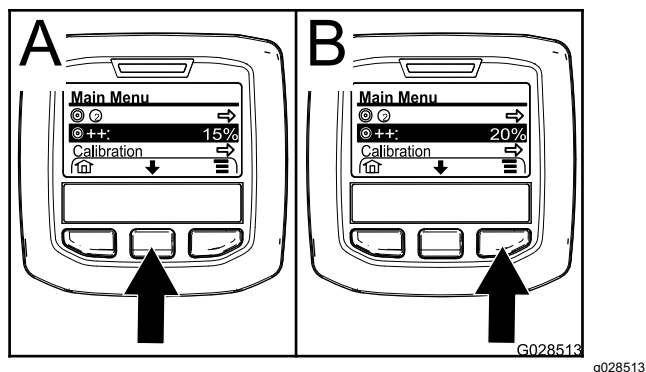

Figure 67
- Au besoin, appuyez sur le bouton de sélection central pour mettre en surbrillance l'option d'intensification du débit d'application (Figure 67).
Remarque: L'icône de taux poussé d'application est constitué de 2 signes + situés à droite d'une cible (Figure 67).
- Appuyez sur le bouton de sélection droit (Figure 67) pour augmenter le pourcentage d'intensification par paliers de 5 % (20 % maximum).